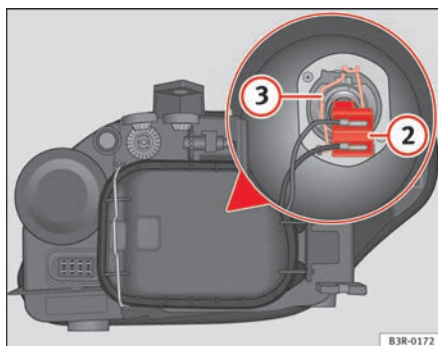

Fig. 205 Médios
- Retire a ligação ⇒ fig. 205 ② da lâmpada, puxando-a.
- Desengate a mola de fixação ⇒ fig. 205 ③ pressionando-a para dentro e para a direita.